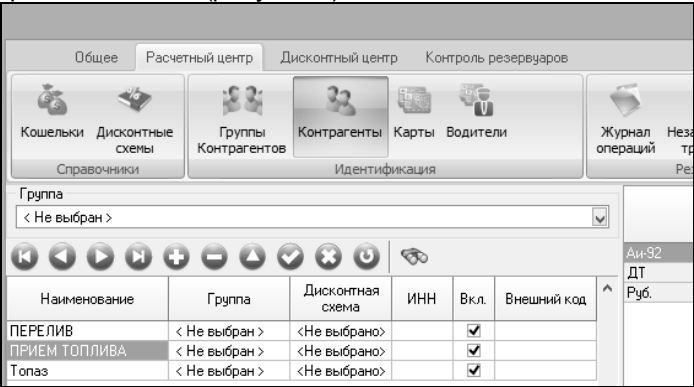

Рисунок 7
- в приложении "Топаз-Офис" на вкладке «Контрагенты» выбрать «Прием топлива» (рисунок 7);